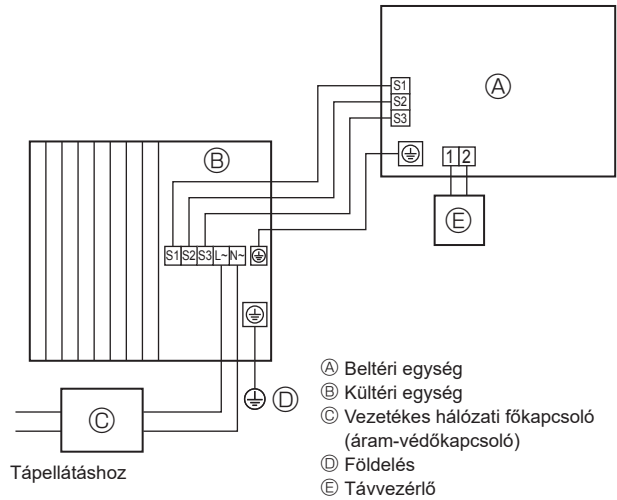
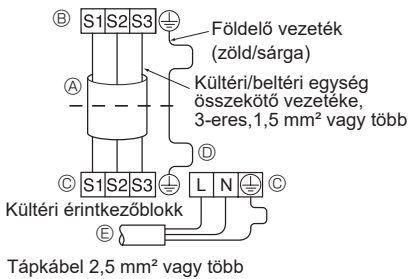
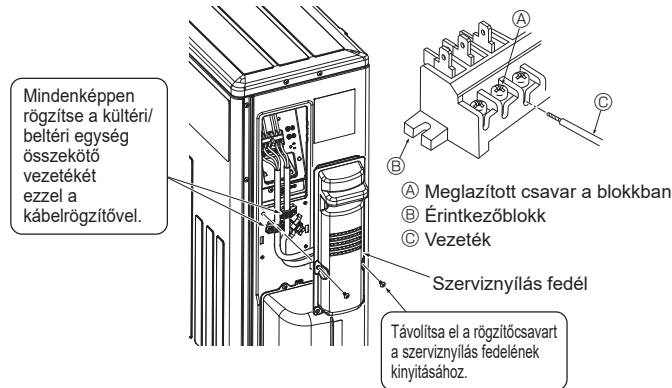

Fig. 6-1
Fig. 6-2
Fig. 6-3
### 6.1. Kültéri egység (Fig. 6-1, Fig. 6-2, Fig. 6-3)
- ① Távolítsa el a szerelőnyílás-fedelelet.
- ② Csatlakoztassa a huzalokat a Fig. 6-1, Fig. 6-2 és Fig. 6-3 szerint.
- A vezetékvezést a bal oldalon lent található ábra szerint végezze el. (A kábelt helyben szerezzé be) (Fig. 6-2)